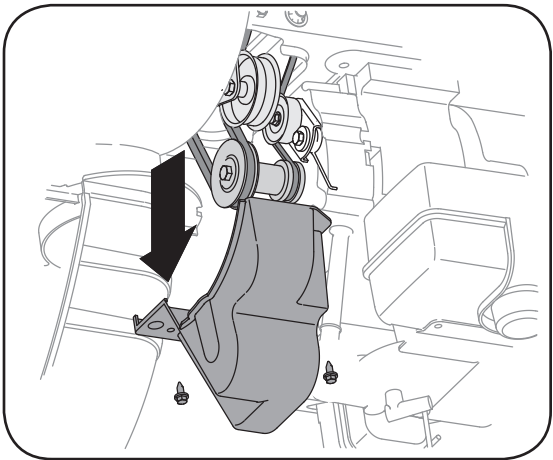

Figure 6-9
1. Retirez le couvre-courroie en plastique sur le devant du moteur en enlevant les deux vis auto-taradeuses. Voir la Figure 6-9.